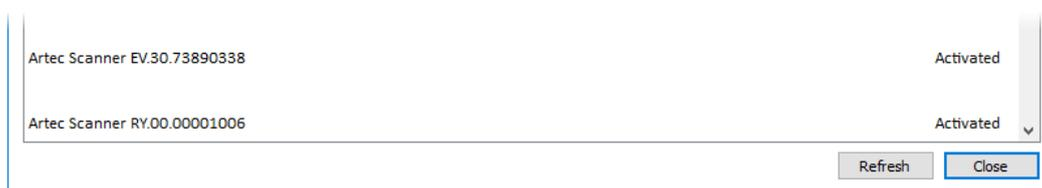

Abbildung 11: 3D-Scanner aktiviert
3. Nach Artec Installation Center gehen, auf *Aktualisieren* klicken und darauf warten, dass der neue 3D-Scanner in der Hardware-Box erscheint. Zum Aktivieren des 3D-Scanners auf *Aktivieren* klicken (rechts der Seriennummer). Der Gerätestatus wechselt zu *Aktiviert*, wie in Abb. 11 gezeigt.